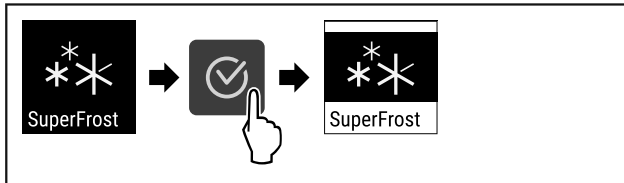

Fig. 92
- ▶ Obavite korake postupka (pogledajte Fig. 92).